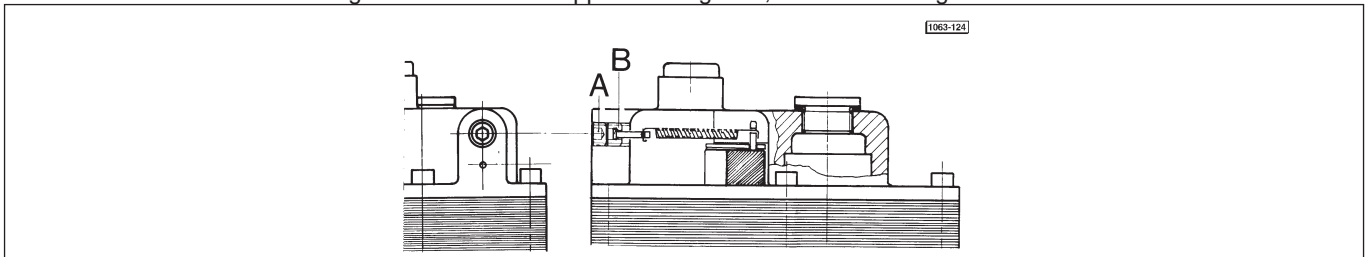

Abb. 29 - Einstellung der Regler-Ansteuerungseinrichtung.
Die Ansteuerungseinrichtung ist mit Verschlusskappe A (Abb. 29) zum Schutz gegen Zugang zur Einstellvorrichtung des Hubes der Einspritzpumpenregelstange ausgestattet.
- Verschlusskappe A (Abb. 29) zur Einstellung der Ansteuerungseinrichtung-Feder abnehmen und Schraube B (Abb. 29) solange lockern, bis der Motor zuerst seine Drehzahl zu verringern beginnt und anschließend zur Ruhe kommt.
- bei stillstehendem Motor, Schraube B (Abb. 29) um eine Zahl Umdrehungen entsprechend der in der unteren Tabelle angegebenen Umdrehzahl einschrauben.
Abb. 29 - Die Nockenwelle in den Unterbau einsetzen. Den nockenwellenhaltenden Gabelflansch montieren. Prüfen, ob sich die Welle frei dreht und dass sie ein leichtes Längsspiel aufweist. Hinweis - Falls das Steuerungsgetriebe abmontiert oder ausgewechselt wurde, ist eine neue Einstellung der Nockenwelle vorzunehmen.